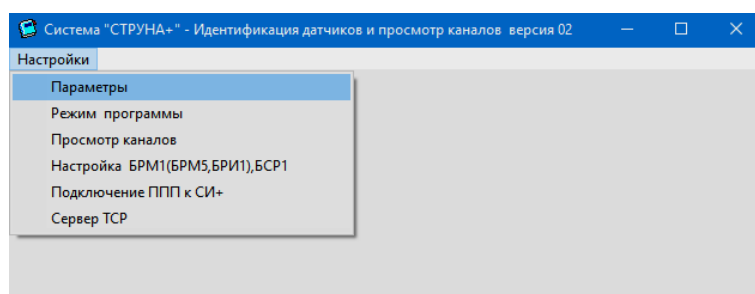
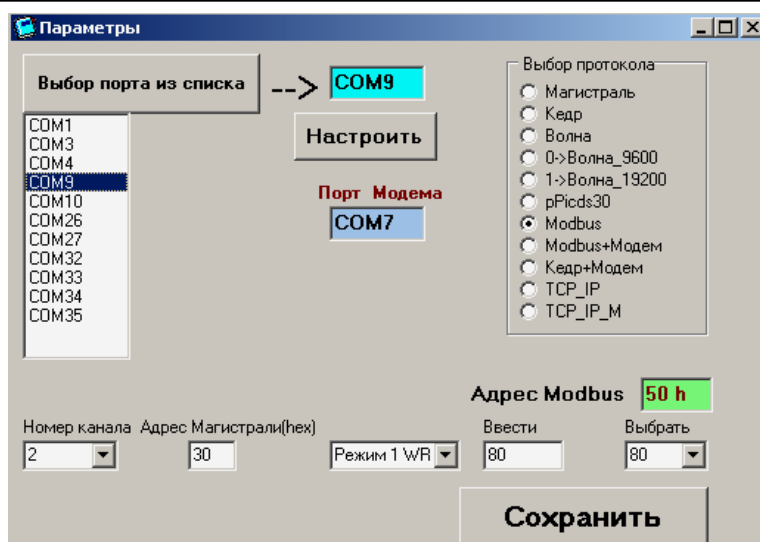

Рисунок 2.2
Рисунок 2.4
2.3 В меню настройки выбрать опцию «Параметры» (рисунок 2.2). В результате активируется форма «Параметры», представленная на рисунке 2.3. Используя ЛКн нажать на кнопку «Выбор порта из списка» и выбрать порт подключения (рисунок 2.4).
2.6.2 Нажать на кнопку «Настроить» для активации формы «Настройка последовательного канала» (рисунок 2.4). На панели «TCP/IP» установить значение параметра «Port» (при использовании сервера БСР начальное значение равно «7102» согласно КШЮЕ.421451.002РП2 или КШЮЕ.421451.002РП6) и «Host» (IP-адрес сервера (БСР) в сети, например «172.20.1.95»). Нажать на кнопку «Сохранить настройку». Выйти в начальную форму.
2.7.2 Нажать на кнопку «Настроить» для активации формы «Настройка последовательного канала» (рисунок 2.4). На панели «TCP/IP» установить значение параметра «Port» (при использовании сервера БСР начальное значение равно **«502»** согласно КШЮЕ.421451.002РП2 или КШЮЕ.421451.002РП6) и «Host» (IP-адрес сервера (БСР) в сети, например «172.20.1.95»). Нажать на кнопку «Сохранить настройку». Выйти в начальную форму.